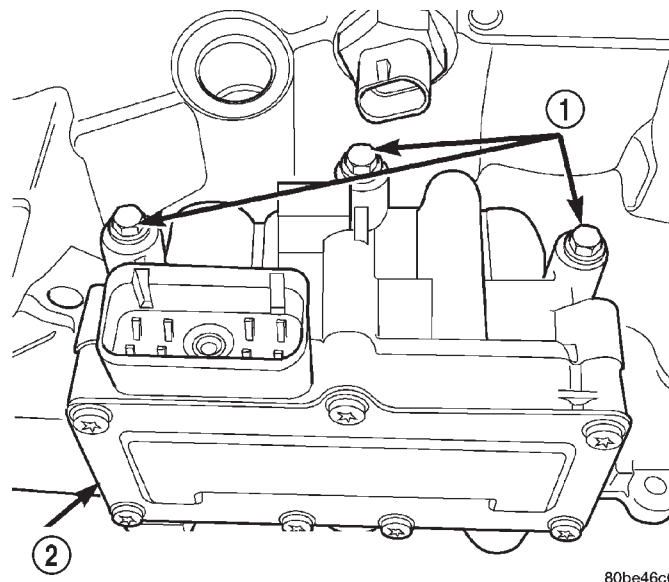

Fig. 287 Pernos del conjunto de solenoides y conmutadores de presión al cárter
- (6) Retire los tres (3) pernos del conjunto de solenoides y conmutadores de presión al cárter del transeje (Fig. 287).
(2) Instale y apriete tres (3) pernos con una torsión de 13 N·m (110 lbs. pulg.) (Fig. 287).